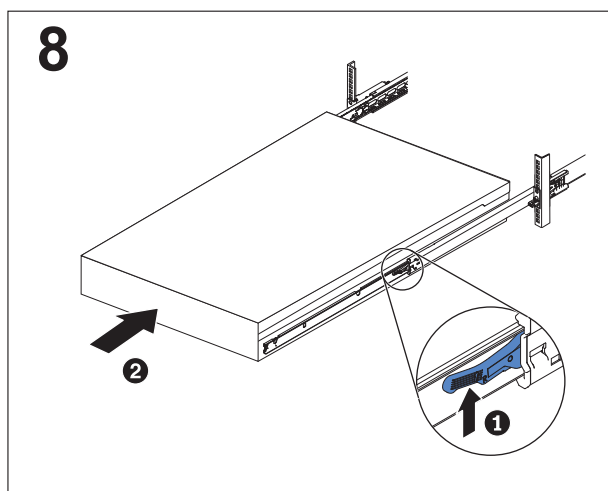

Figura 36. Levantando as alavancas de travamento do SAN Volume Controller 2145-DH8 dos trilhos deslizante do rack
2. Levante as alavancas de travamento (**1** na Figura 36) nos trilhos deslizantes e empurre o servidor **2** completamente no rack até que ele encaixe.